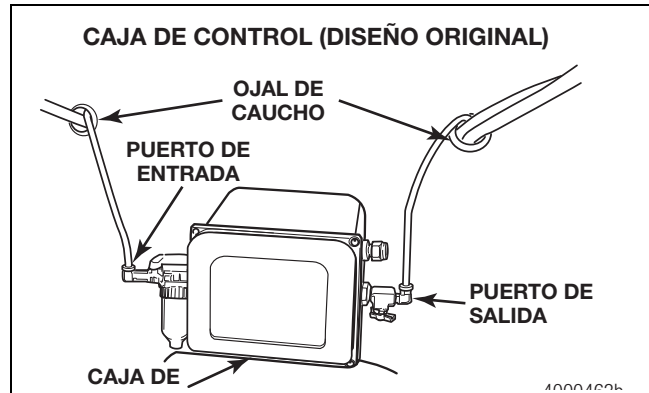
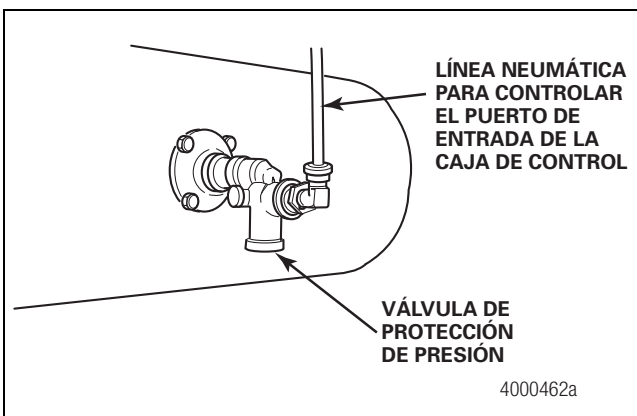
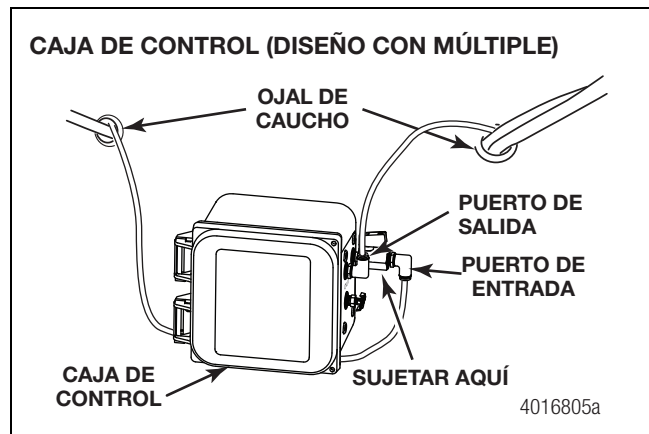

Figura 2.62
Figura 2.61
Figura 2.63
1. Encamine una línea de aire desde la válvula de protección de presión hasta el puerto de entrada de la caja de control. Figura 2.61, Figura 2.62 y Figura 2.63. Apriete a mano los adaptadores de compresión de la línea de aire. Después apriete con una llave de 9/16 de pulgada aproximadamente una vuelta adicional para lograr un cierre hermético.